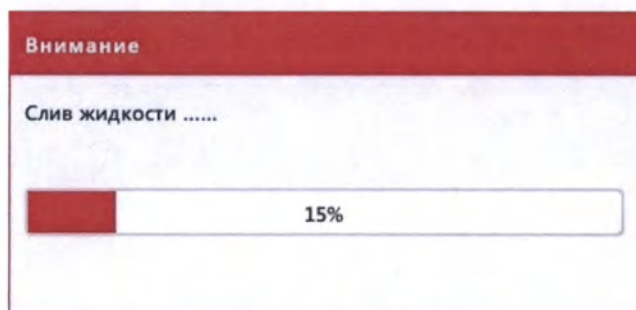

Рис.10.5-13 Информационное окно контроля процесса опорожнения гидросистемы
- 3) Вытащите заборные трубки из контейнеров с реагентами на воздух, оботрите их от остатков реагентов на внешних стенках безворсовой салфеткой, далее нажмите «ОК» для запуска процесса опорожнения прибора от реагентов. Сливная трубка должна оставаться соединённой со сливным контейнером! На экране появится информационное окно с полосой прогресса и отображением % выполнения данного этапа (Рис.10.5-13):
Вытащите заборные трубки из контейнера с водой на воздух, оботрите их безворсовой салфеткой, далее нажмите «ОК» для запуска процесса опорожнения прибора от воды. Сливная трубка должна оставаться соединённой со сливным контейнером! На экране появится информационное окно с полосой прогресса и отображением % выполнения данного этапа (аналогичное – см.Рис.10.5-13 выше).